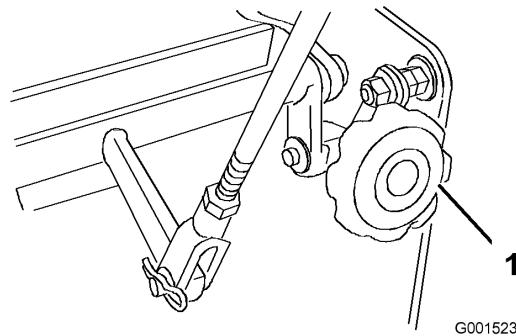

Figure 42
- Si la machine se déporte d'un côté ou de l'autre, tournez le bouton Quick-Track. Tournez le bouton à droite pour diriger la machine vers la droite, et à gauche pour diriger la machine vers la gauche (Figure 42).